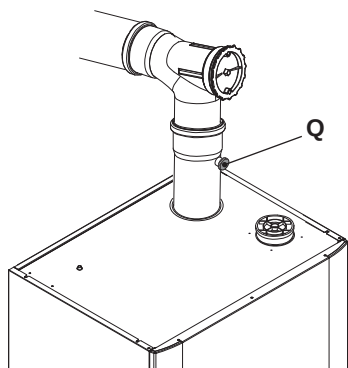
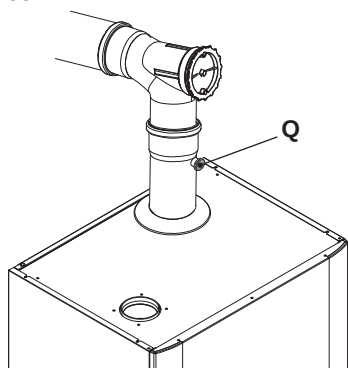

Fig. 7.3
Fig. 7.4
- Conecte un analizador de humos a la toma de análisis de humos (Q) situada en la evacuación de humos de la caldera Fig. 7.3 y Fig. 7.4.